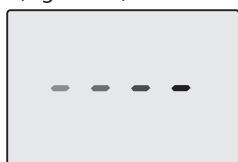
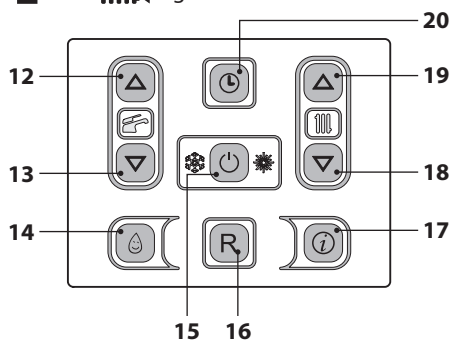

Figura 6.5
Figura 6.6
- Alimentare elettricamente la caldaia azionando l'interruttore bipolare previsto in installazione Il display LCD visualizza il simbolo  (Figura 6.5).
- Tenere premuto per 2 secondi il tasto 15 fino a far apparire sul display entrambe i simboli  e . Figura 6.6.
- Spegner la caldaia tenendo premuto per 2 secondi il tasto 15 (Figura 6.6) fino a far apparire sul display LCD il simbolo - - - - (Figura 6.5).